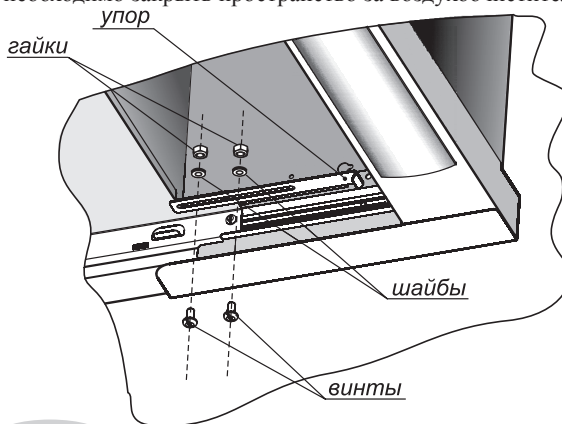

Рис. 3
- 6.2 Воздухоочиститель рассчитан для монтажа в шкафчик глубиной 300 мм. При этом лицевая поверхность шкафчика и панель воздухоочистителя будут находиться в одной плоскости. При большей глубине шкафчика (до 350 мм), Вы можете отрегулировать ход выдвигной панели так, чтобы в закрытом состоянии она была на одном уровне с лицевой поверхностью шкафчика. Для этого установите упор (рис. 3) и отрегулируйте его вылет (рис. 4). Если глубина Вашего шкафчика больше 350 мм, то при его изготовлении необходимо закрыть пространство за воздухоочистителем мебельной панелью.